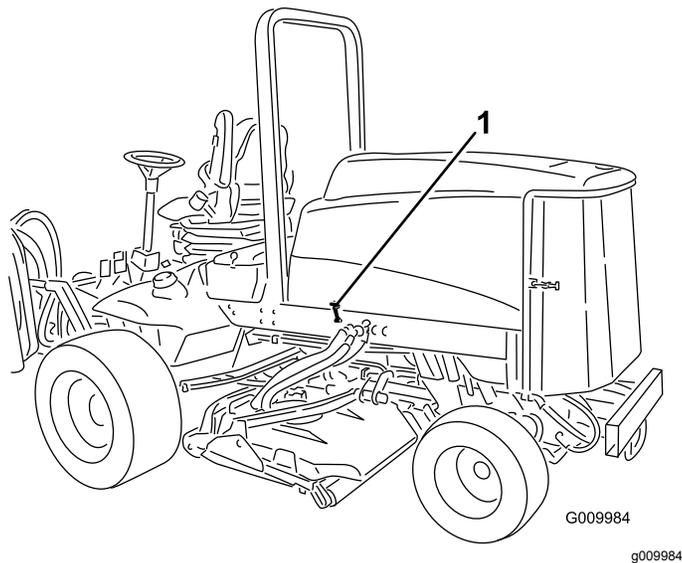

Рисунок 22
1. Откройте защелки капота (Рисунок 22) и откиньте капот.